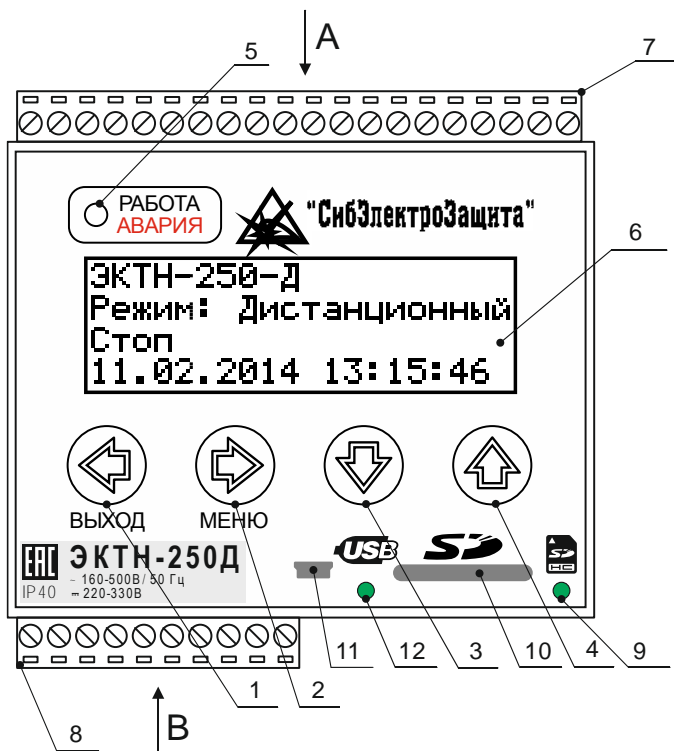

Рисунок 1 - Внешний вид контроллера ЭКТН-Д
- 5.1. Внешний вид контроллера и расположение его органов индикации и управления показаны на рис.1.